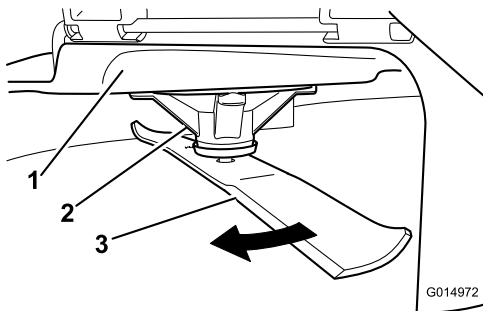

Figura 55
2. Llevando guantes fuertemente acolchados u otro tipo de protección apropiada para las manos, gire la cuchilla lentamente hasta una posición que permita medir la distancia entre el filo de corte y la superficie nivelada en la que descansa la máquina (**Figura 55**).